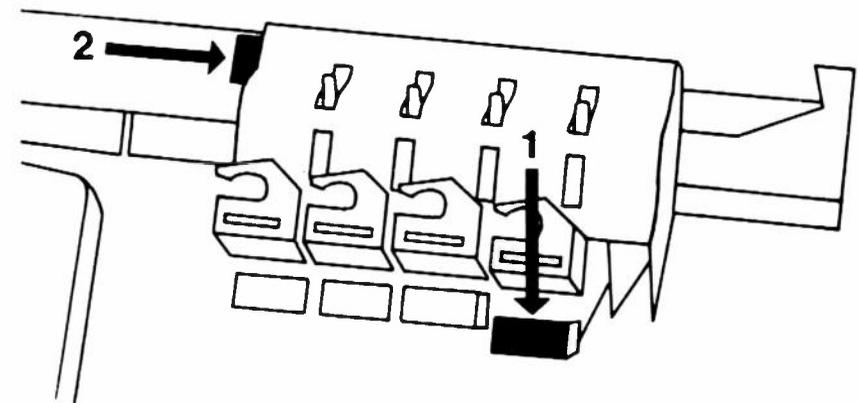

Fig. 13
7. Nüsschen (aus Beutel, Fig. 5) in den Schaltkasten einsetzen: Äusserste rechte Drucktaste drücken und dann den Auslöseknopf kräftig hineindrücken, Fig. 13/1 und 2.